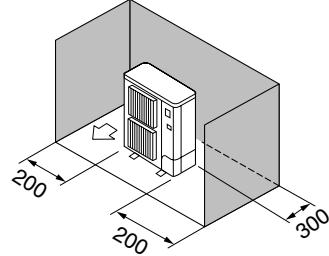

Fig. 2-4
③ Alleen obstakels aan de achterzijde en de zijkanten (Fig. 2-4)